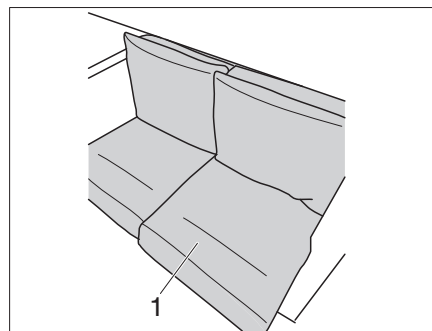

Fig. 210 Poser le coussin
Le coussin d'assise (Fig. 210, 1) est doté d'un renfort en plastique sur la face arrière.
- Mettre en place le coussin d'assise (Fig. 210,1) avec le renfort sur le côté droit.